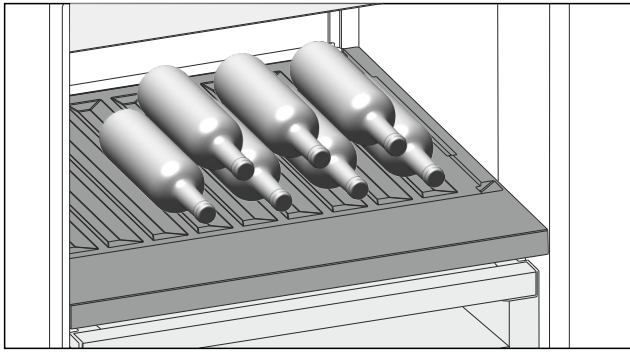

Fig. 115
- ▶ Flaschen mit dem Boden nach hinten zur Rückwand einlegen. (siehe Fig. 115)